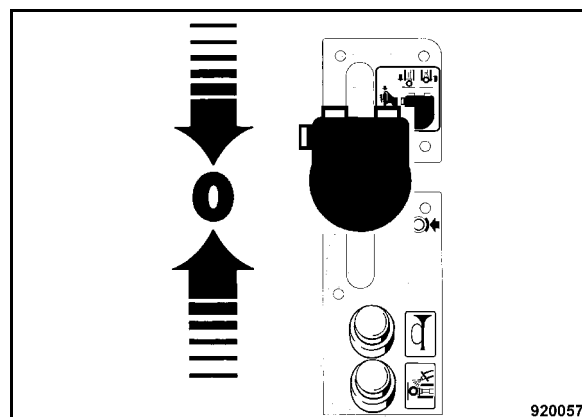

Fig. 91
- Spostare la leva di marcia (Fig. 91) in direzione "0", rallentamento della macchina.